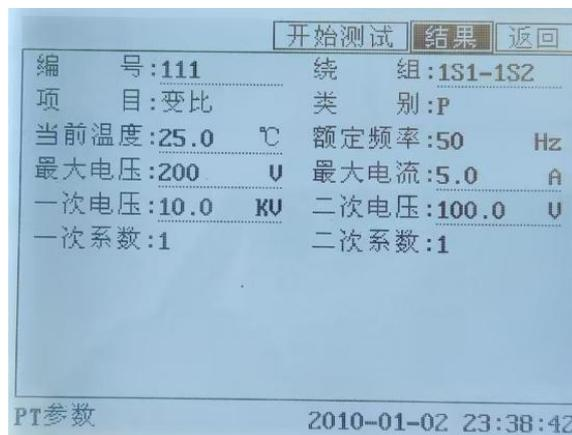

图 4.4 PT 变比测试时的参数设置界面
(2) 当试验 **项目** 选择 **变比** 测试时，其参数设置界面如图 4.4，需输入 **一次电压**，即 PT 一次侧的额定电压。